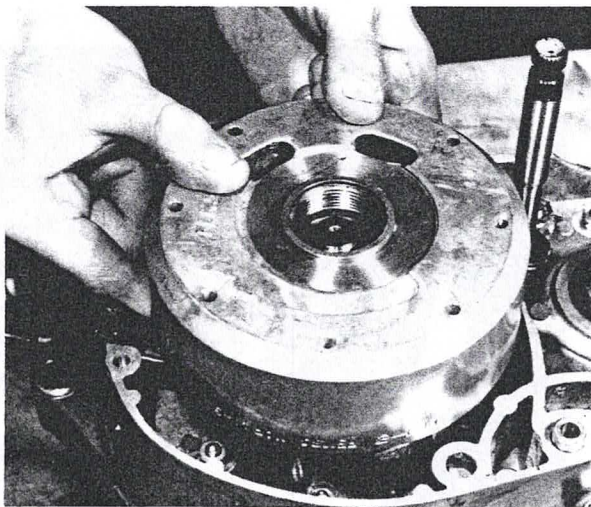
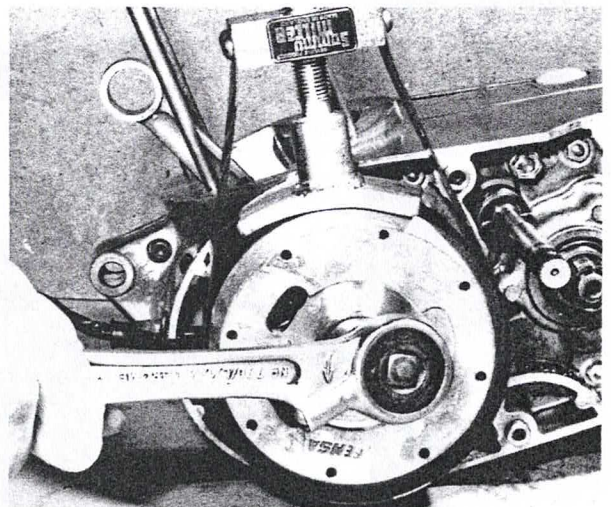

Bild 84
Bild 85
- Den Woodruffkeil in den linken Kurbelwellenstumpf einlegen, die Keilnut des Rotors auf den Keil ausrichten und den Rotor fest auf das kegelige Kurbelwellenende aufsetzen (Bild 84). Den Rotor mit dem Kupplungshalter blockieren, den Federring einlegen und die Befestigungsmutter bis zu einem Moment von 100 Nm (10/kp) anziehen (Bild 85).